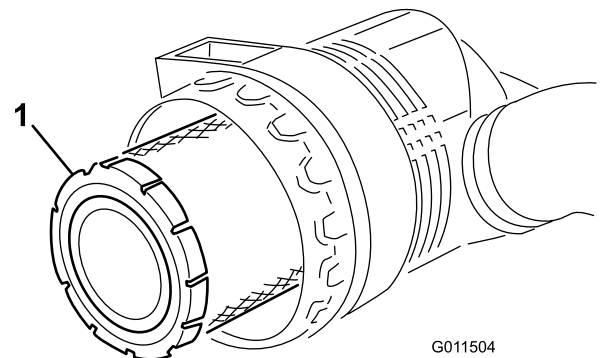

Figura 53
5. Retire e substitua o filtro primário (Figura 53).